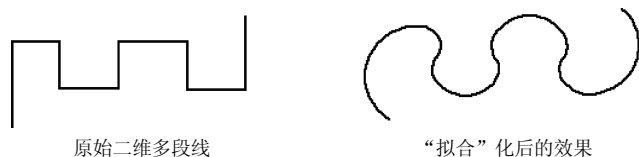

图 5-3 将多段线拟合化
- “拟合”：创建圆弧拟合多段线，即由连接每对顶点的圆弧组成平滑曲线。典型示例如图 5-3 所示。